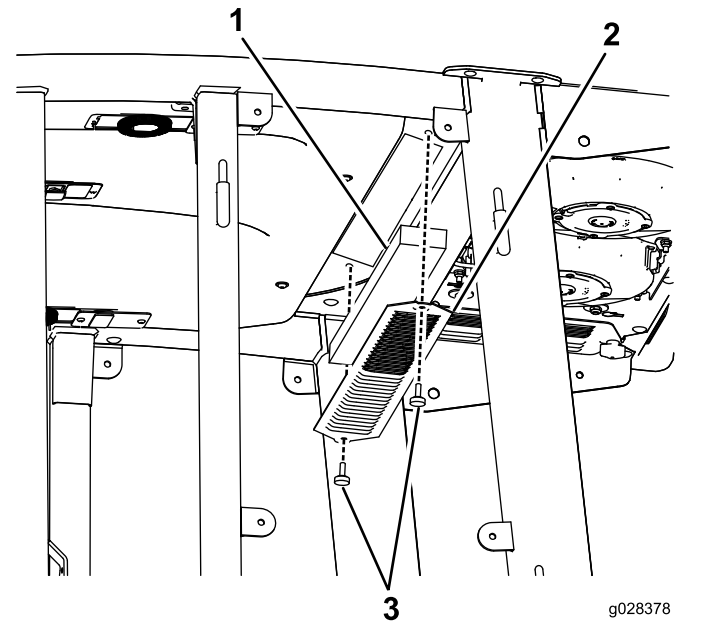

Bild 125
3. Nehmen Sie die 22 Schrauben ab, mit denen das Dach befestigt ist, um das Kabinendach von der Kabine abzunehmen (Bild 125).
4. Entfernen Sie die Luftfilter (Bild 125).
5. Entfernen und reinigen Sie die Klimaschlangen (Bild 125).